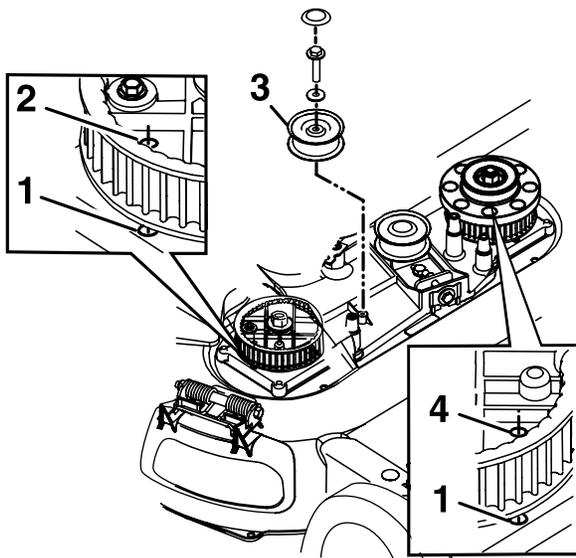

Figura 43
8. Retire a polia intermédia fixa e as ferragens (Figura 43).
10. Alinhe os orifícios nas rodas dentadas direita e esquerda com os furos na caixa como se mostra na Figura 43.